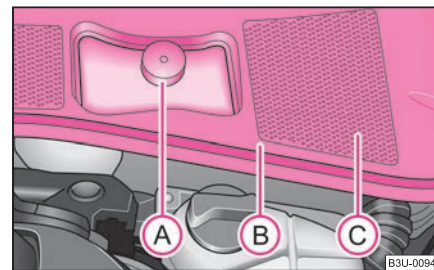

Fig. 177 Vano motore: serbatoio del liquido freni
- Staccare parte della guarnizione di gomma  ⇒ pag. 193, fig. 177 e sollevare un po' il coperchio .